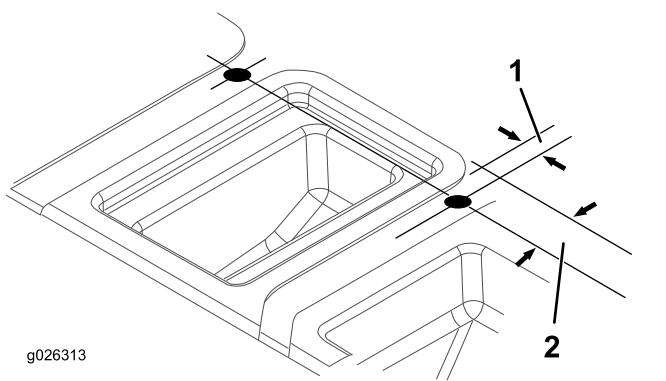

Figura 10
7. Usando las dimensiones indicadas en la Figura 10, localice, marque y perfore 2 orificios en la parte superior de la moldura del asiento.